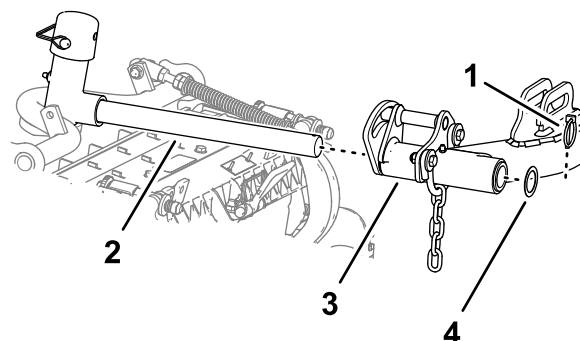

Figure 30
5. Glissez une unité de coupe sous le bras de levage (Figure 30).